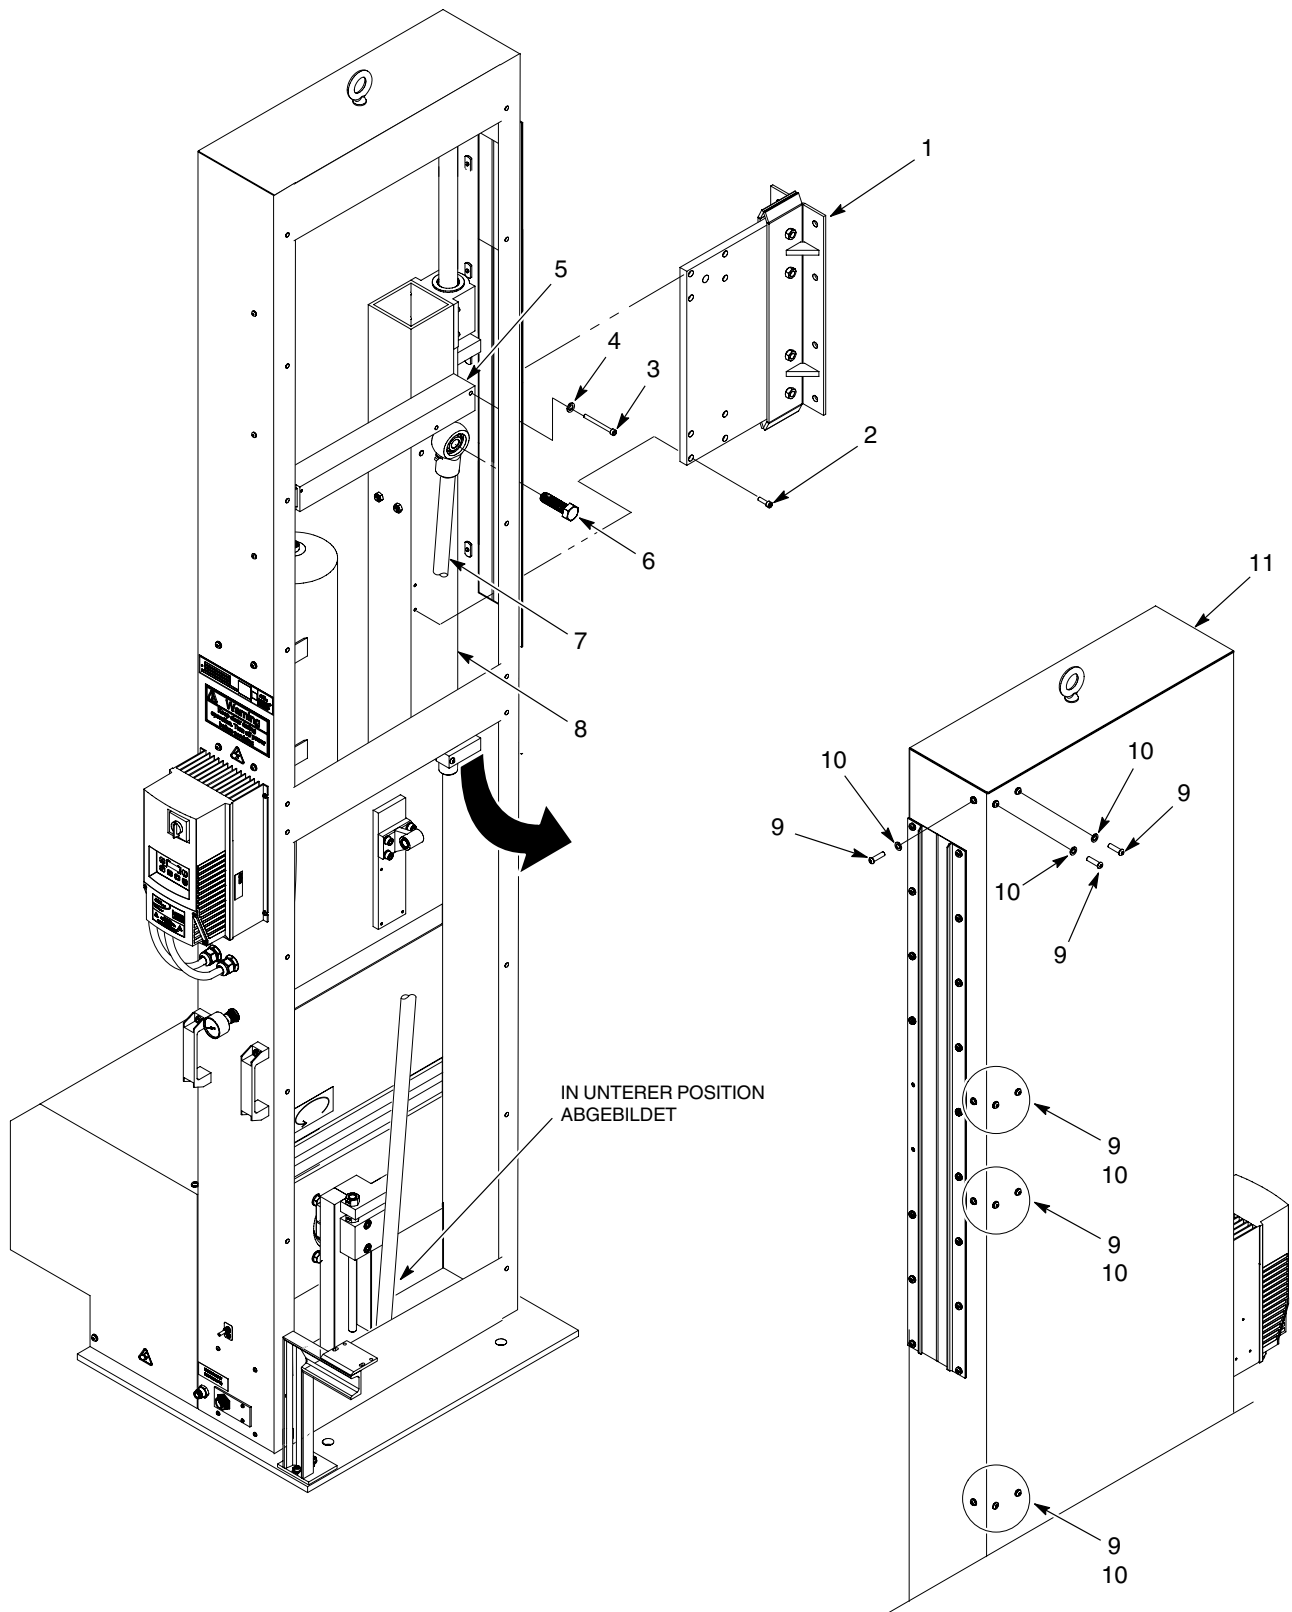

Abb. 16 Lagerbaugruppe abnehmen
1. Siehe Abbildung 16. Die Schrauben (3) und Sicherungsscheiben (4) abnehmen, mit denen die Stabilisierungsstange (5) am Halterohr des Lagers (8) befestigt ist. Stabilisierungsstange entfernen.
2. Die Schraube (6) abnehmen, mit der die Verbindungsstange (7) am Halterohr des Lagers (8) angebracht ist. Die Verbindungsstange nach links und weg vom Halterohr schwenken.
3. Die Schrauben (2) abnehmen, mit denen die Pistolenplattenbaugruppe (1) am Halterohr des Lagers (8) befestigt ist. Die Pistolenplattenbaugruppe abnehmen.
4. Die Lagerbaugruppe von einer zweiten Person halten lassen. Die Schrauben (9) und Sicherungsscheiben (10) abnehmen, mit denen die Lagerbaugruppe am Hubwerk (11) befestigt ist. Die Lagerbaugruppe durch die untere Öffnung aus dem Hubwerk (11) entfernen.